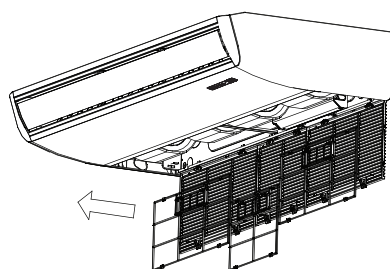

Fig.6-3
- Sacar directamente el filtro de aire de la entrada de aire como se indica en la Fig. 6-3.
- Reinstalar el filtro de aire en el orden inverso a la Fig. 6-3. .